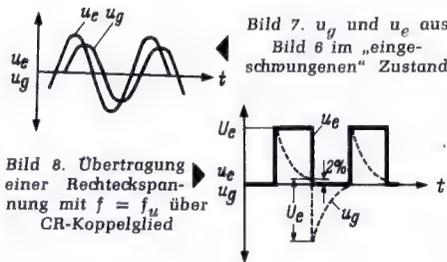

Bild 8. Übertragung einer Rechteckspannung mit  $f = f_u$  über CR-Koppelglied
4. Bei einer Rechteckspannung werden die Flanken unabhängig von der Zeitkonstante des Koppelgliedes in voller Amplitude übertragen, da sie von annähernd unendlich kleiner Zeitdauer sind. Das Dach fällt um so mehr ab, je länger seine Dauer und je kleiner die Zeitkonstante ist. Bild 8 verdeutlicht dies: Die Frequenz der Rechteckspannung sei so groß, daß sie der Grenzfrequenz des Koppelgliedes entspricht. Dann beträgt der Dachabfall etwa 98 %, d. h. fast die gesamte Amplitude!